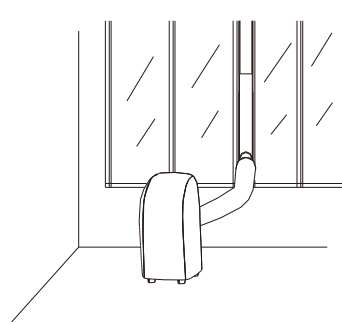

Fig. 11
12. Assemblage de l'unité complète comme illustré à la Fig.11.